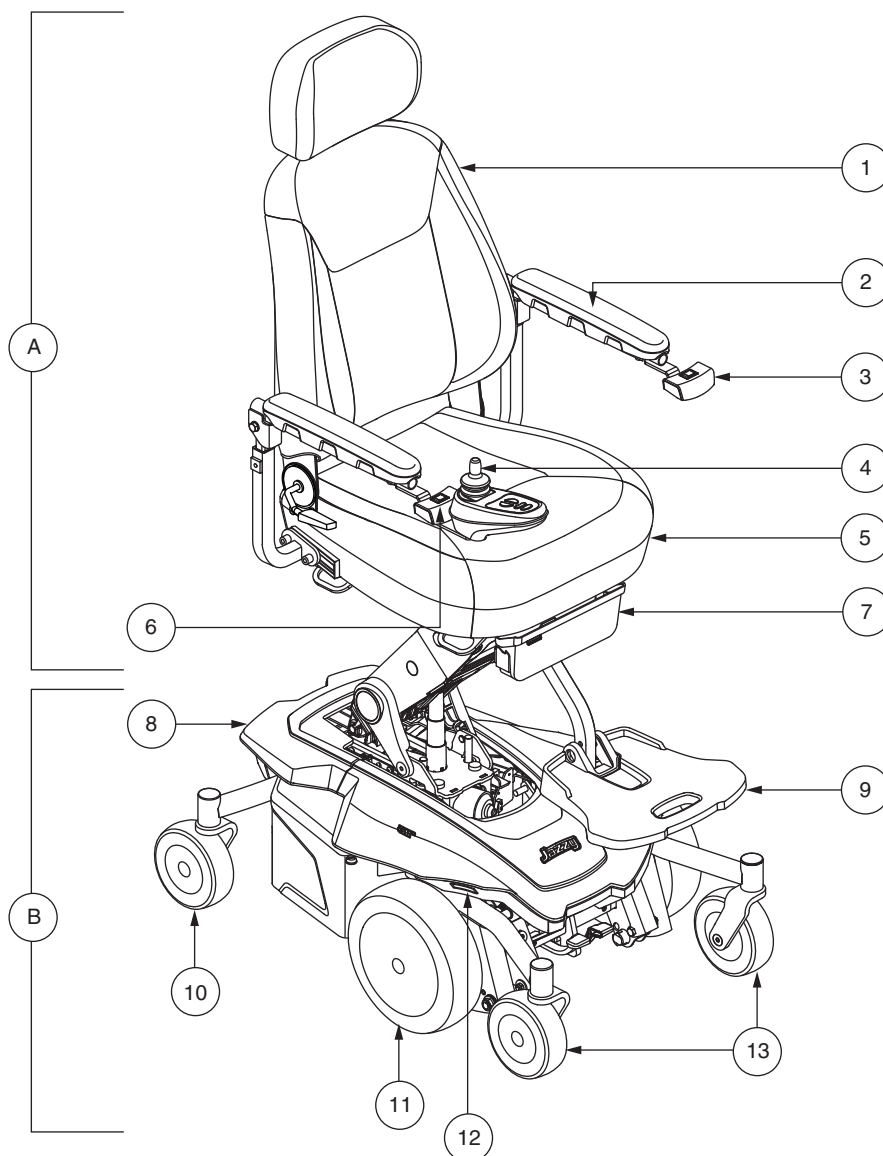

Figura 1. Silla eléctrica de Jazzy Air® 2
El Jazzy Air® 2 está formado por dos piezas principales: el asiento (A) y la base eléctrica (B). Ver figura 1. Generalmente, el asiento incluye los reposabrazos, el respaldo y le base de asiento. La base eléctrica incluye los dos motores y los frenos, dos ruedas motrices, cuatro ruedas orientables, dos baterías y el cableado eléctrico. Ver figuras 1, 2, y 3.
Su silla de ruedas eléctrica está equipada con luces de posición. Las luces están compuestas de LED blancos en el frente y LED rojos en la parte trasera, y están montadas en la cubierta de su base eléctrica. Ver figura 1.